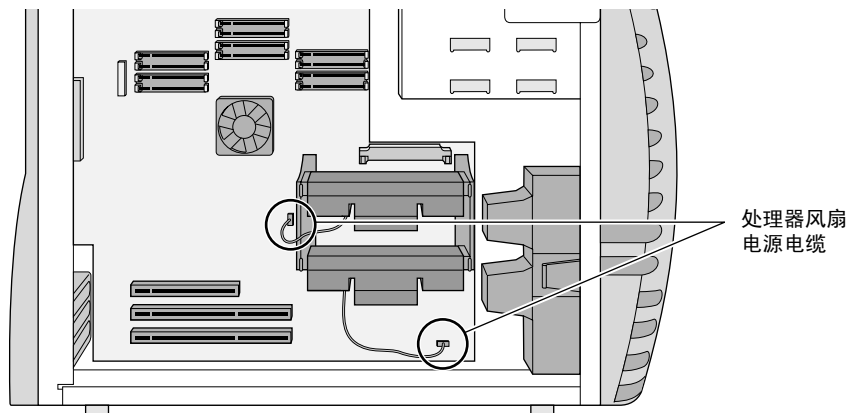

图 6-8 将处理器风扇电源电缆从系统板上断开
5. 如果该处理器连有风扇，则应断开风扇电源电缆与系统板上的相应接头之间的连接。具体如图 6-8 所示。